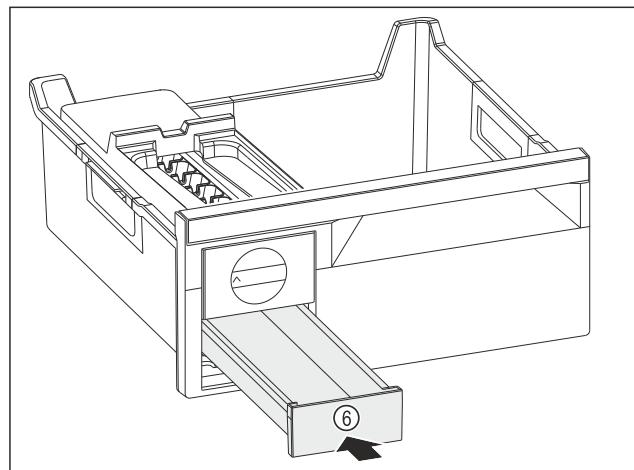

Fig. 88
- Zasuňte zásuvku na kocky ľadu Fig. 88 (6).